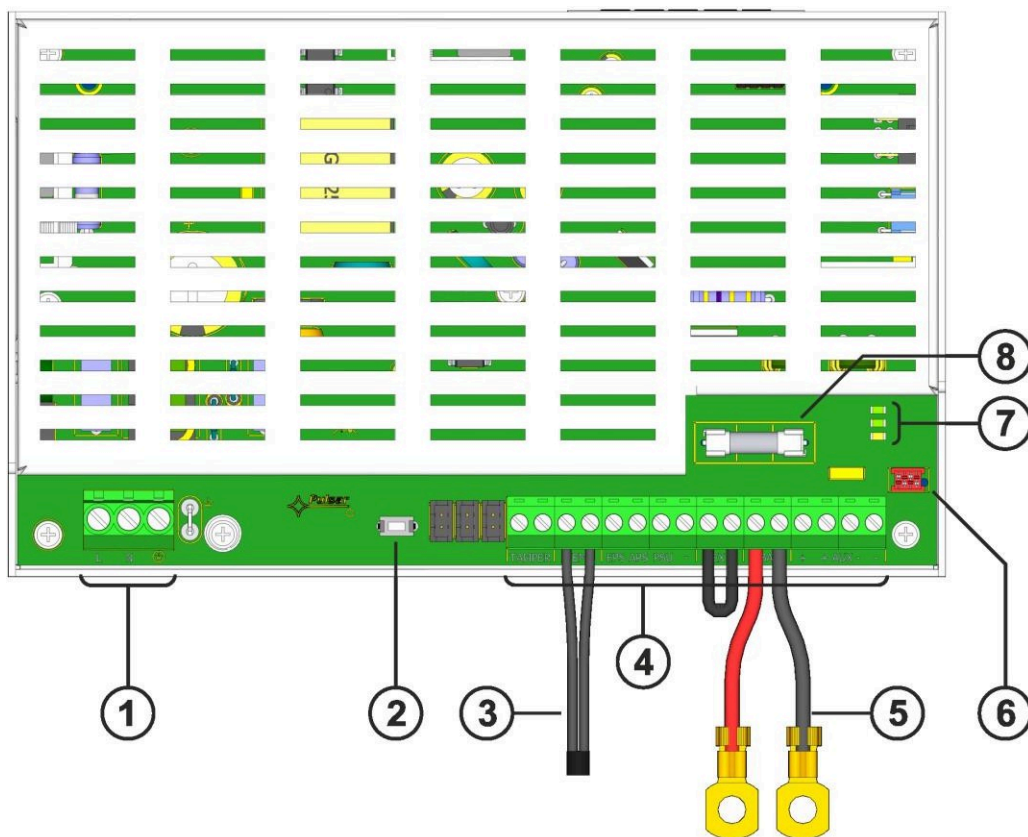

Figura 2. Vista del modulo di alimentazione.
5. Avvitare i terminali del sensore di temperatura ai terminali "Temp" dell'alimentatore (figura 2, punto 6). Fissare il sensore alla batteria, ad esempio con un nastro adesivo. Per la versione a 27,6 V, si consiglia di collocare il sensore tra le batterie.